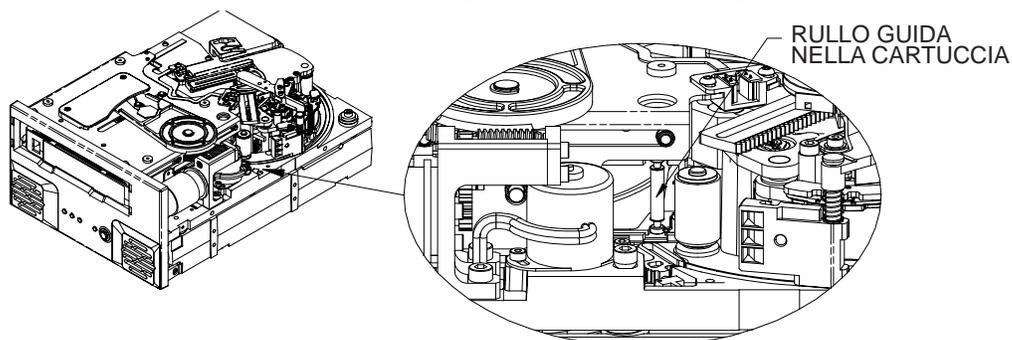

Figura 16. Diagramma del Viper 200 col rullo guida all'interno della cartuccia LTO (nastro non avvolto sul pignone di raccolta)
- Caso 1: La cartuccia è caricata e il rullo guida è ancora nella cartuccia (vedi Figura 16). Seguire la procedura a pagina 33.
1. Verificare che il rullo guida sia ancora inserito nella cartuccia come visibile nella figura 16. Se il rullo fosse uscito dalla cartuccia e si trova ancora sul percorso del nastro, seguire le istruzioni del **Caso 2: Cartuccia caricata e parzialmente avvolta** alla pagina seguente.